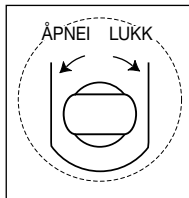

Fig. 3 - Utløsningsventil
- Bruk den rektangulære enden av pumpehåndtaket og drei avlastningsventilens spindel mot klokken for å åpne ventilen (ikke mer enn to omdreininger). Se Fig. 3.